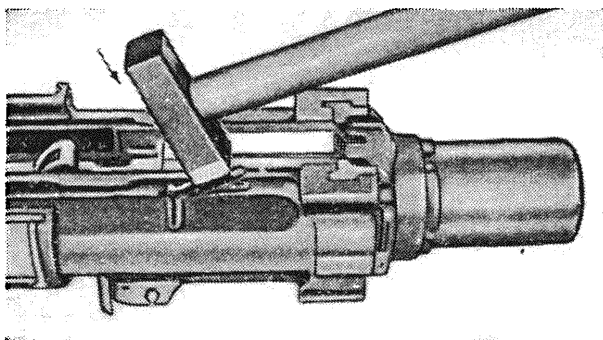

Рис. 87
18. Легким ударом сдвинуть задний упор назад до отказа, вставить замыкатель упора таким образом, чтобы его флажок коснулся стенки коробки. Затем повернуть флажок назад вверх и легким ударом по флажку завести стопор флажка в гнездо коробки (рис. 87).